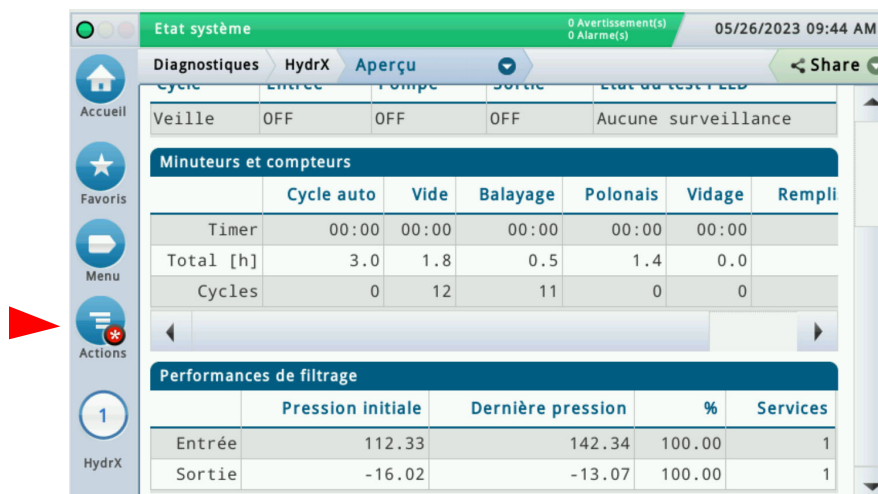

Figure 20. Exemple d'écran Vue d'ensemble du diagnostic HydrX - Page 2
5. Faites défiler pour afficher l'onglet **Performances de filtrage** (voir Figure 20) qui affiche :